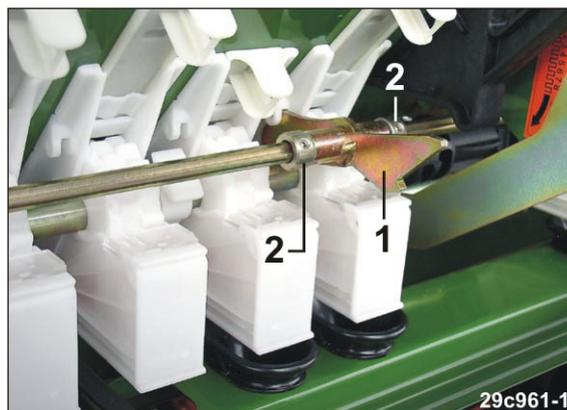

Рис. 243
- При этом вставьте кронштейн (Рис. 243/1), удерживающий промежуточный вал в осевом направлении, в паз высевной коробки.
5. Зафиксируйте кронштейн от осевых перемещений двумя установочными кольцами (Рис. 243/2).